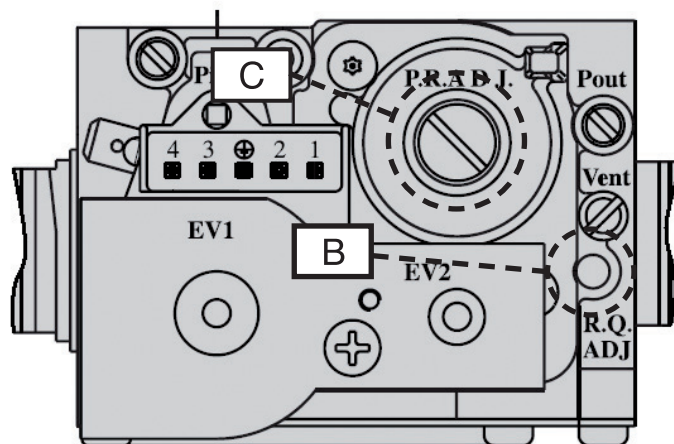

fig. 26
- Regolare il valore dell'anidride carbonica (CO2) nei fumi ruotando il regolatore di rapporto B (fig. 26) e assicurarsi che rientri nei limiti della tabella 12.
- Regolare il valore dell'anidride carbonica (CO2) nei fumi ruotando il regolatore di offset C (fig. 26) e assicurarsi che rientri nei limiti della tabella 12.